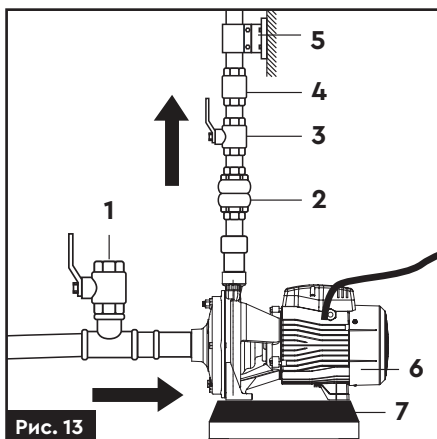

Рис. 13
4. Для полегшення проведення робіт по технічному обслуговуванню насоса, рекомендується на напірному трубопроводі встановити кульовий кран (3) (рис. 13), а також зворотний клапан (4) (рис. 13) між краном і напірним патрубком насоса.
5. Під час стаціонарного використання насоса, рекомендується закріпити його на опорній поверхні за використанням гумових прокладок (7) (рис. 13) або інших антивібраційних матеріалів.
6. Для зниження вібраційного шуму, з'єднання з жорсткими трубопроводами треба здійснювати за допомогою компенсаторів (2) (рис. 13) або гнучких труб.
7. Для зниження шуму рекомендується встановити на напірному трубопроводі опору (5) (рис. 13).